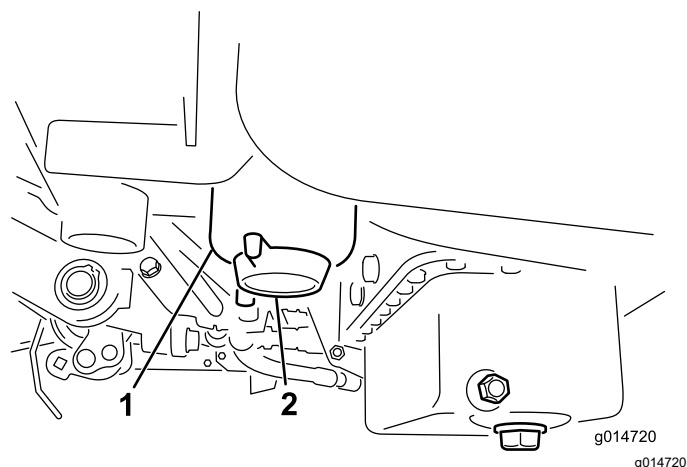

Figura 33
2. Pulite la superficie circostante la scatola del filtro (Figura 33).
4. Aprite il tappo di spurgo del filtro (Figura 33).